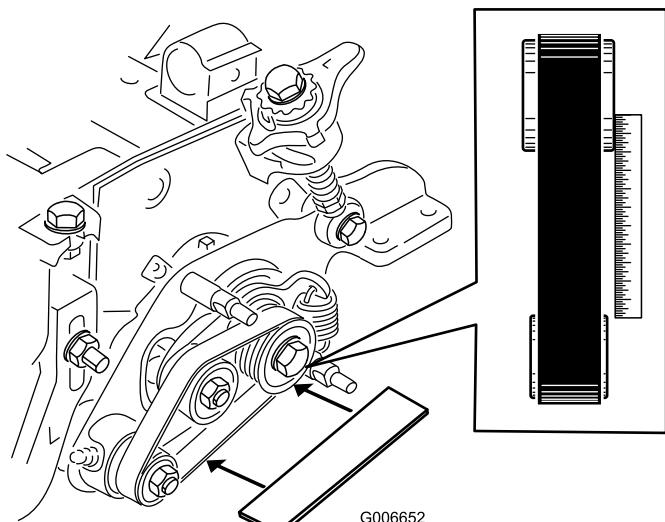

Рисунок 27
- Установите проверочную линейку на наружную поверхность **ведущего** шкива (Рисунок 27).